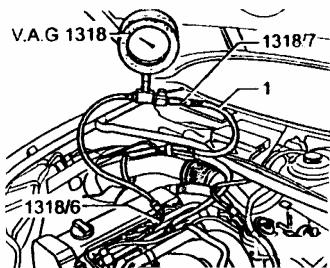

图 3-30 连接压力测试仪
(2) 用适配器 1318/6 和 1318/7 将压力测试仪 V.A.G1318 与燃油供油管和燃油分配管相连接。如图 3-30 所示。